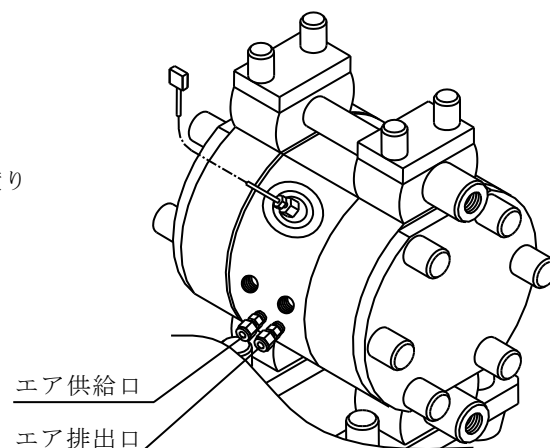

Fig. 4.5
- 1) ポンプにクーリングノズルを接続してください。接続箇所は「1. 各部の名称と材質」およびFig.4.5を参照してください。